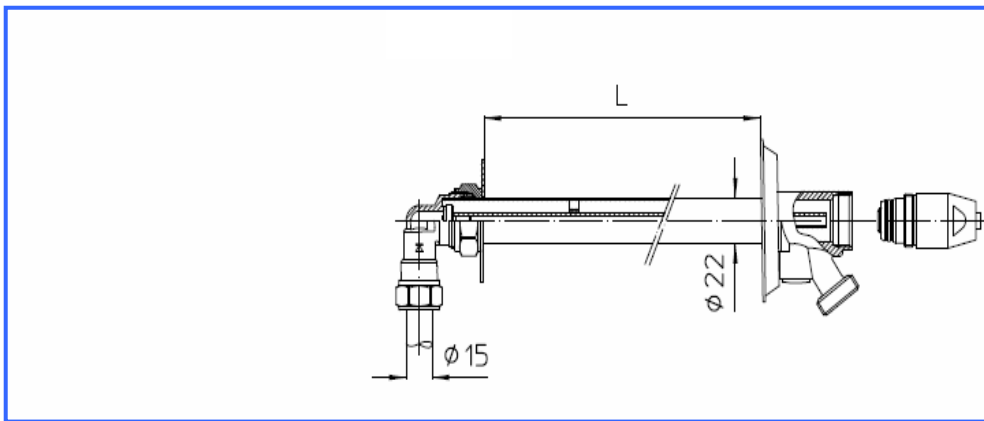

Afbeelding 2: (L min = 110mm L max =400mm)
5. De gevelkraan is voorgemonteerd onder een hellingshoek van  $1^\circ$ , hellingshoek handhaven i.v.m. leegstromen (afb. 2)
-X- = 400 -/- 320 = 80mm: dus aanvoerbuis (1B) en bedieningsas (2) 80 mm inkorten
7. Bramen en zaagsel verwijderen op/uit aanvoerbuis (1B) en bedieningsas (2)
8. Steek buis van gevelkraan in doorvoergat  $\varnothing$  28mm en bevestig RVS gevelplaat (1A) d.m.v. schroeven +pluggen (8) (Afb.2)